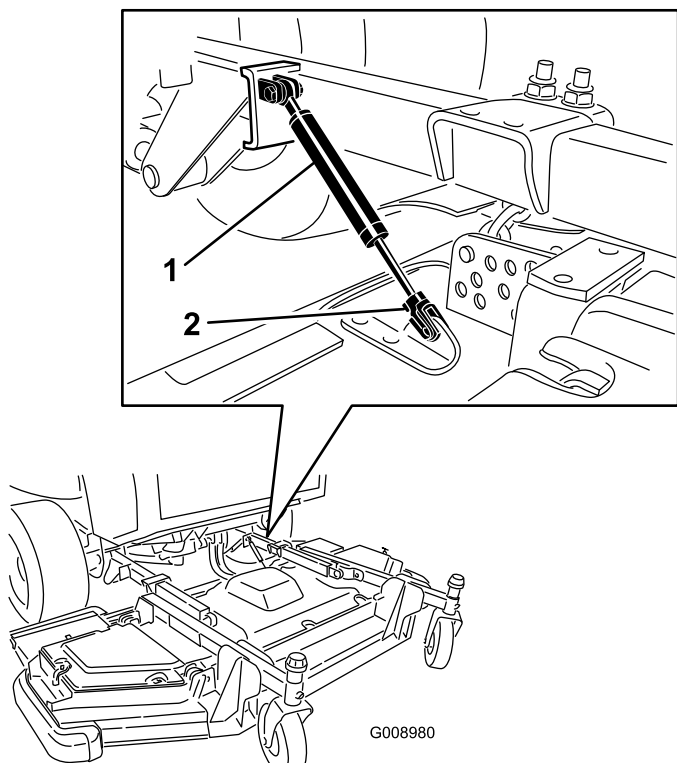

図 90
2. カッティングユニットのダンパアセンブリを固定しているリテーナクリップを抜いてアセンブリを外す（図 90）。